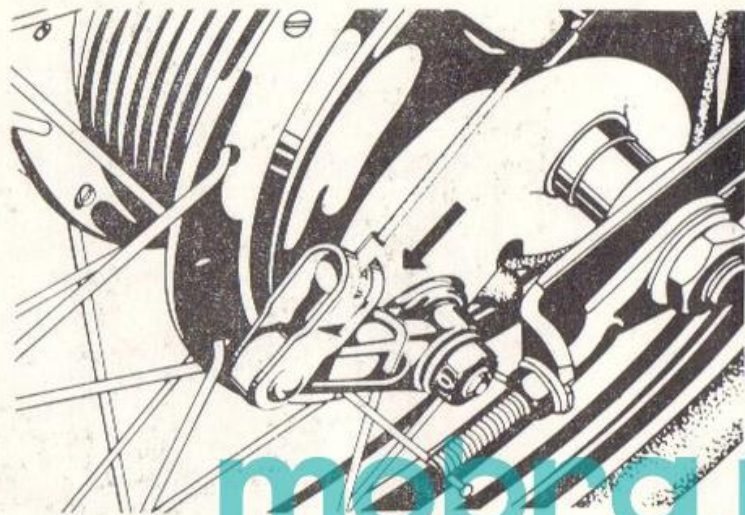
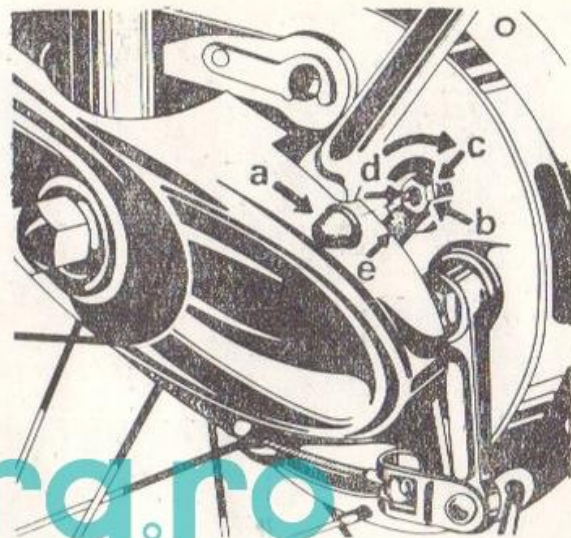

Fig. 31.
Fig. 32.
3. Dacă nu puteți obține cursele libere prescrise mai sus, modificați poziția pîrghiilor de frînă de la roți (fig. 31 și fig. 32), prin montarea pe ax
2. Îndepărtați căpăcelul „a” și piulița „b” din fig. 32.
4. Rotiți șurubul „d” în sensul indicat în fig. 32 pînă cînd se aprinde lampa de semnalizare a frînării.